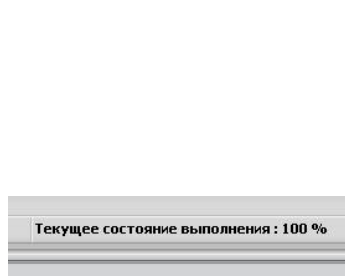

рис.53
- Признаком окончания решения является сообщение как на рис.53.
•Если в окне рис.47 вы включите переключатель “Решение ОК”, то система выполнит численное интегрирование составленной системы ОДУ. Признаком того, что численное интегрирование завершено, является сообщение в поле диагностических сообщений (рис.53).
•Чтобы увидеть этот результат сначала обратите внимание на состояние панели инструментов *Управление анимацией* (рис.55). После того, как численное интегрирование составленной системы ОДУ будет завершено (рис.53), стрелки на рис.55 приобретут красный цвет. Нажмите на стрелочку “Вправо”, и ваш механизм начнет двигаться.